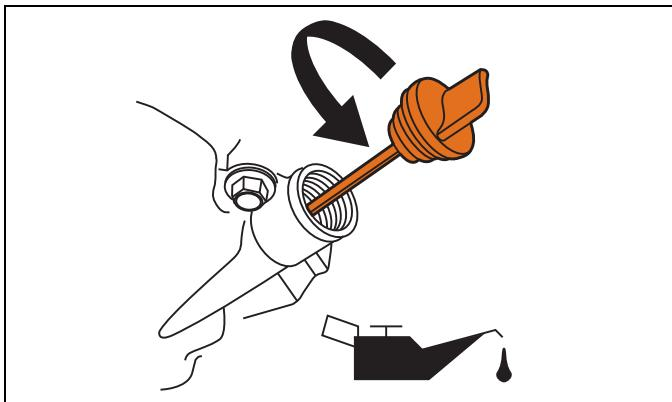

Figura 6-1. Llenado de aceite de motor
2. Limpie la zona alrededor de la abertura de llenado de aceite, limpie la varilla de medición y retire la tapa de llenado de aceite (Figura 6-1.).
4. Retire la tapa de llenado de aceite (Figura 6-1.).